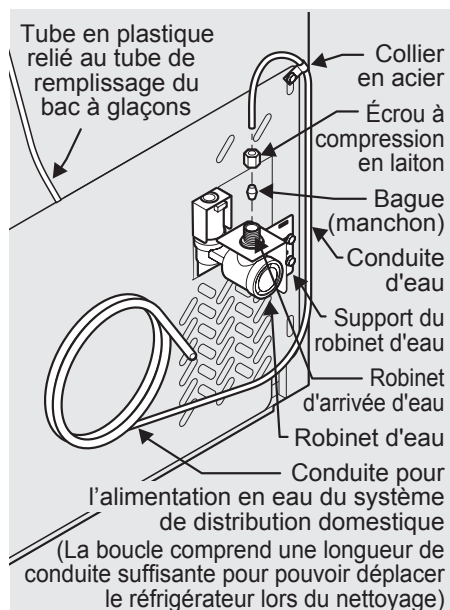

Figure 1
4. **Si vous utilisez des tubes en cuivre** - Glissez l'écrou de compression en cuivre, puis la bague d'extrémité (manchon) sur la conduite d'alimentation en eau. Poussez la conduite d'alimentation en eau dans l'entrée du robinet d'arrivée d'eau aussi loin que possible (6,4 mm / ¼ po). Glissez la bague d'extrémité (manchon) dans l'entrée du robinet et serrez l'écrou de compression à la main dans le robinet. Serrez d'un autre demi tour avec une clé; ne PAS serrer trop fort. Voir Figure 1.
**Si vous utilisez des tubes en acier inoxydable** - L'écrou et la bague d'extrémité sont déjà assemblés sur le tube. Glissez l'écrou de compression sur le robinet d'entrée et serrez l'écrou de compression à la main sur le robinet. Serrez d'un autre demi tour avec une clé; ne PAS serrer trop fort. Voir Figure 1.